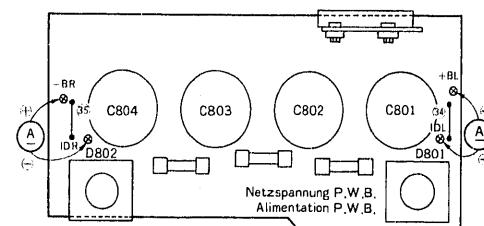

Abb. 6 Fig. 6
Nach Beendigung dieses Abgleiches sind die Überbrückungsdrähte ④ und ⑤ wieder anzubringen (Abb. 6 und 7).
Pour ajuster le canal gauche, retirer la connexion volante ④ de la plaquette à circuits imprimés d'alimentation et brancher le positif (+) d'un ampèremètre à courant continu à la borne IDL et le négatif (-) à la borne +BL. Pour ajuster le canal droit, débrancher la connexion volante ⑤ et brancher le négatif (-) à la borne IDR et le positif (+) à la borne -BR. Ensuite, les ajuster avec R708L ou R708R de la plaquette à circuits imprimés de l'amplificateur principal pour obtenir 200mA. Rebrancher les connexions volantes ④ et ⑤ quand le réglage est terminé. (Fig. 6 et 7).